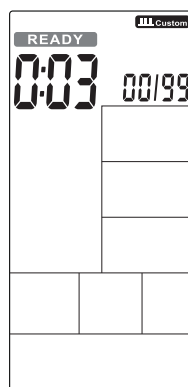

FIGURA 35
- O tempo entra em contagem regressiva de 3 a 0 e, em seguida, o console é iniciado, enquanto um alerta sonoro é emitido por segundo e PRONTO pisca uma vez por segundo, a contagem exibe '00 / XX' (Figura 35).